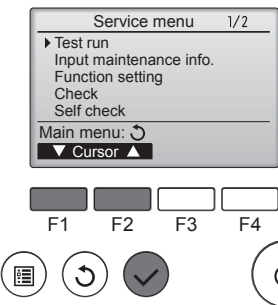

Fig. 6-3
- ③ Selezionare "Test run" (Prova di funzionamento) con il pulsante [F1] o [F2], quindi premere il pulsante ②. (Fig. 6-3)